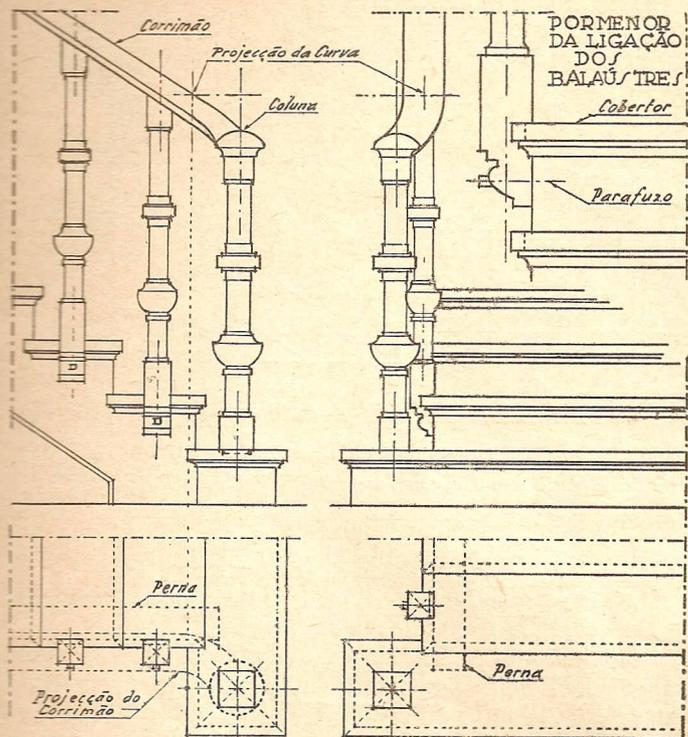

Fig. 4. — ESCADA À INGLESA
*Escadas à inglesa.* — Os degraus são contornados para o lado da bomba (Fig. 4), perfilando as suas molduras, e é sobre eles que se assentam os balaústres ou grades das guardas; e finalmente nas:
As escadas de degraus contornados (Fig. 4), são de grande importância e usam-se muito em escadas interiores de salões e estabelecimentos comerciais.